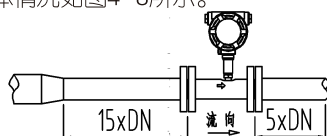

图4-7 防水接线示意图
13. 接线时先拧开表壳后盖，将信号线从防水接头送入。按照接线图示正确接线。将防水接头拧紧，并保证线缆在进入防水接头之前必须向下压弯，以确保水不会顺着线缆进入壳体内（如图4-7示）。